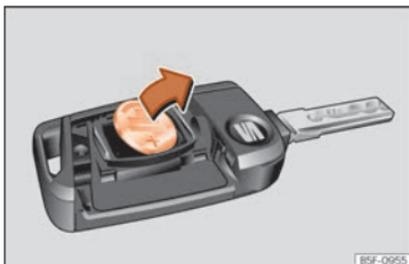

Fig. 84 Chave do veículo: extração da pilha.
- Extraia a pilha do compartimento com um objeto fino adequado »»» **Fig. 84.**
- Coloque a pilha nova conforme se mostra »»» **Fig. 84** pressionando-a para o compartimento da pilha, no sentido contrário ao da seta »»» ❷.